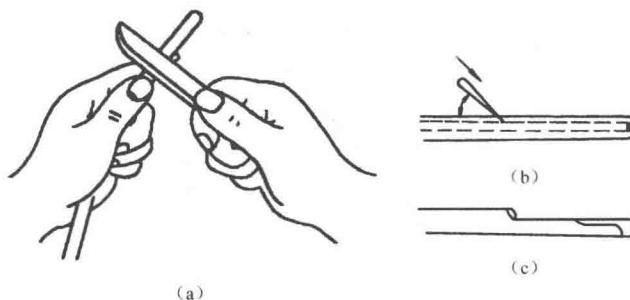

图 1-4 单芯护套线剖削方法
1) 剥削单芯护套线塑料绝缘层方法如图 1-4 (a) 所示。
①如图 1-4 (b) 所示，根据所需长度用电工刀以  $45^{\circ}$  角倾斜切入。
②如图 1-4 (c) 所示，刀面与线芯保持  $25^{\circ}$  角左右，用力向线端推削，注意不要切入芯线；剥去上面一层塑料绝缘。